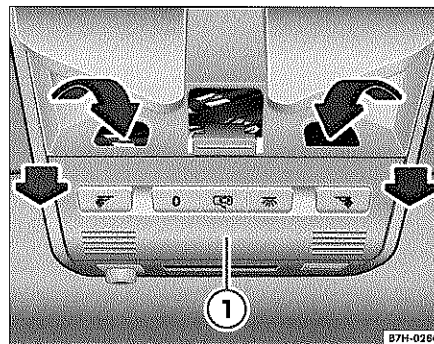

Fig. 9 Desprender el embellecedor (mandos luces interiores)
- Cerciórese de que el encendido está desconectado. Introduzca la mano por detrás del embellecedor (de las luces interiores), por la zona de los dos rebajes y empuje en dirección de las flechas para sacarlo de la fijación (la figura muestra la imagen en sentido contrario al de la marcha) ⇒ página 23, fig. 9 ①.